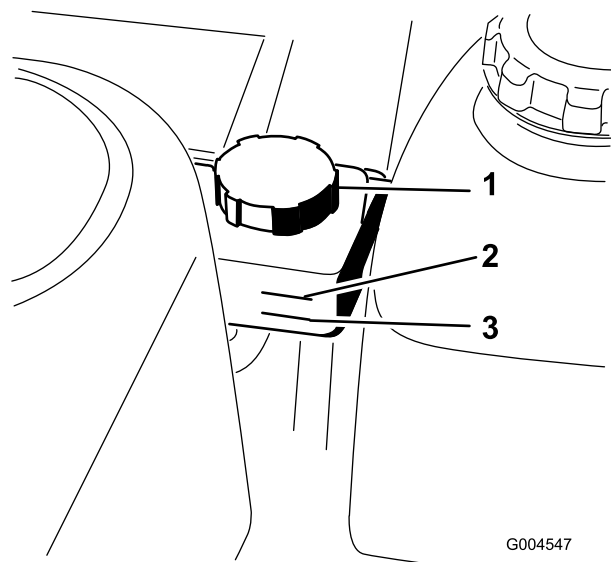

Figura 51
Nota: Hay dos maneras de comprobar el aceite hidráulico, cuando el aceite está caliente, y cuando está frío. El depósito tiene dos marcas de nivel, para aceite caliente y para aceite frío (Figura 51).
2. Limpie la zona alrededor del depósito de aceite hidráulico (Figura 51).
5. Si es necesario añadir más aceite, retire el tapón del cuello de llenado (Figura 51).
8. Añada aceite hasta que llegue a la marca Frío del depósito de aceite hidráulico (Figura 51).